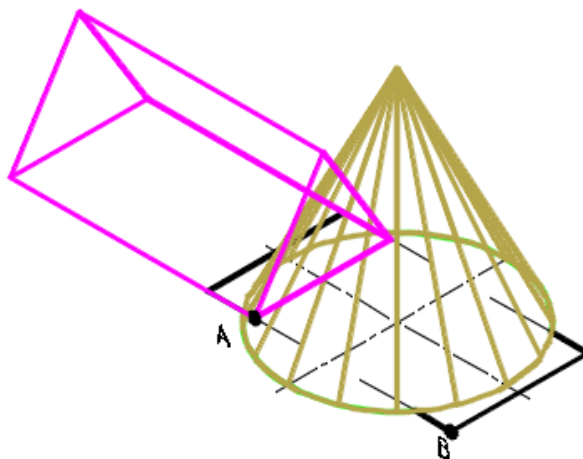
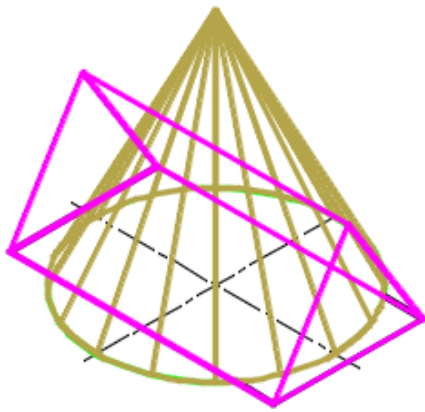

Рис. 20
Рис. 21
- для просмотра полученного результата в объеме, щелкнуть по кнопке **Ю-3 изометрия** (📐). На экране должно появиться аксонометрическое изображение, как на рис. 20.
- перенести ее (см. рис. 20), зацепившись за базовую точку **A**, в точку **B**. Результат на рис. 21;
3. В пространстве модели построить исходные 2D – изображения с рис. 20. Для быстрого формирования 3D-модели рекомендуется использовать в качестве ее подложки построенные 2D-изображения детали.